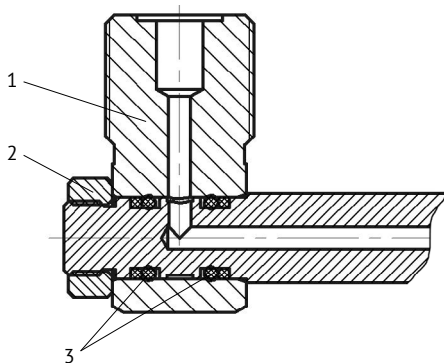

Рис. 4. Стойка
6.8 Стойка 1 (Рис. 4) имеет возможность поворачиваться относительно оси трубки рампы. Необходимое положение стойки фиксируется гайкой 2.